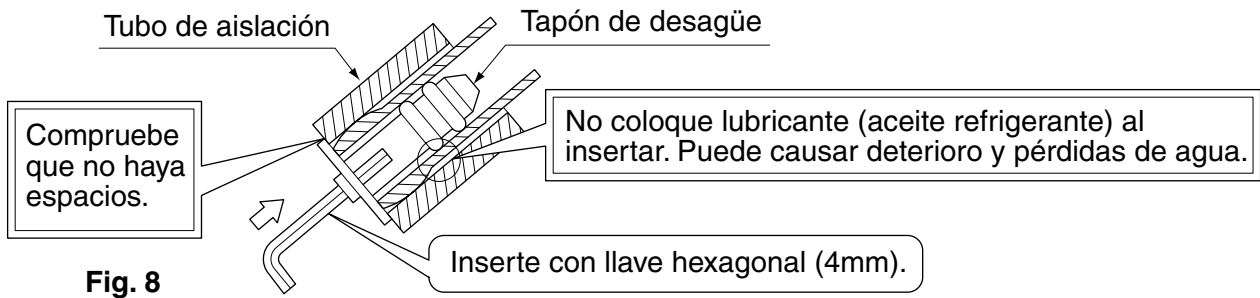

Fig. 8
- Retire el tapón de desagüe, la tubería aislante y la manguera de desagüe de la bandeja de desagüe y cambie. (Refiérase a la Fig. 8)
- Conecte la tubería de refrigerante local con anticipación, haciéndola coincidir con las marcas del tubo de líquido y de gas grabadas en el panel de instalación (1).